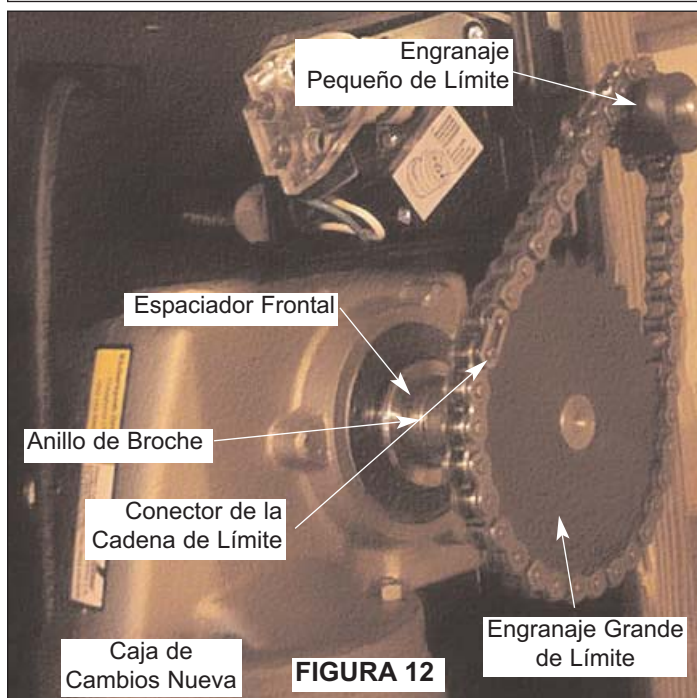

FIGURA 12
7. Instalar el espaciador sobre el eje de impulsión, Figura 12.
10. Instalar una cadena #35 en el engranaje, alineado la cadena para que el conector caiga sobre el engranaje grande, Figura 12.
11. Poner el acoplamiento del conector sobre la cadena y asegurarlo en su lugar, Figura 12. Para ajustar la cadena, aflojar los pernos del sujetador del montaje del interruptor de límite y ajustar para que la cadena se desvíe un 1/4". Más de un 1/4" puede causar desgastes en el montaje del eje del interruptor de límite. Asegurarse que la cadena esta apretada lo suficiente para que no se resbale por encima de los dientes. Apretar los pernos de Grado 2 a 66in/lbs.